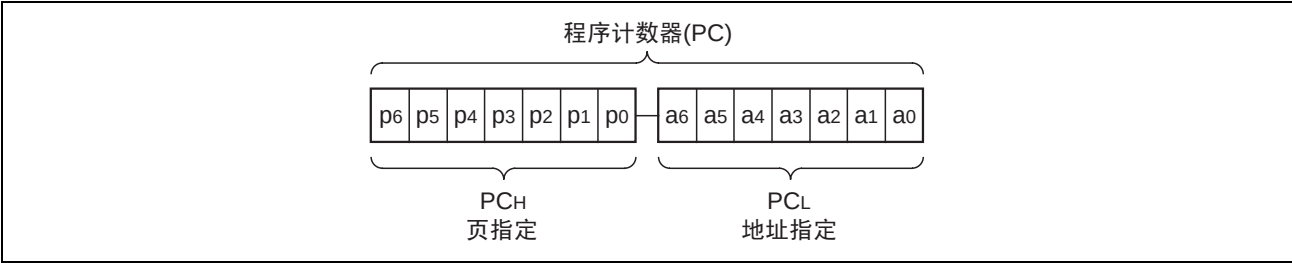

图 BA-7 程序计数器（PC）的构成
- (6) 中断专用堆栈寄存器SDP
- (7) 跳越标志
- (8) 程序计数器（PC）
- 程序计数器分为指定ROM页的PCH（最高位～位7）和指定页内地址的PCL（位6～位0），在到达各页的最终地址（127地址）后，指定下一页的0地址（图BA-7）。